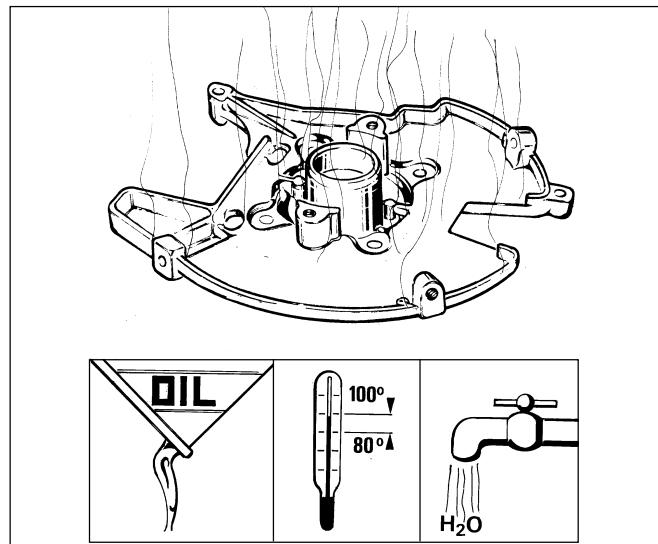

Fig. 20
Retirer les parties externes (convoyeur, volant, groupe allumage), puis dévisser les quatre vis de fixation de la base (voir A sur Fig. 20).
- Pour la dépose utiliser l'outil (88841044) avec les vis correspondantes (voir B sur la Fig. 20).
- Visser les vis de fixation avec le même nombre de tours (Fig. 20). Avec une clef 11/16 visser la vis centrale et extraire la base.
- pour déposer et reposer le roulement, la base du convoyeur doit être préchauffée à 80 ÷ 100°C (Fig. 20).
- Réchauffer la base du convoyeur en la plongeant dans de l'huile ou dans de l'eau à une température de 80/100°C (Fig. 20).